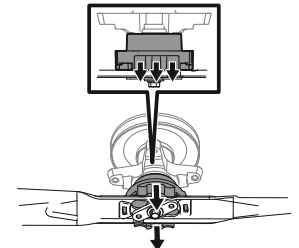

Figure 51
- Vous entendrez un déclic lorsque la lame s'enclenche bien. Voir Figure 51.